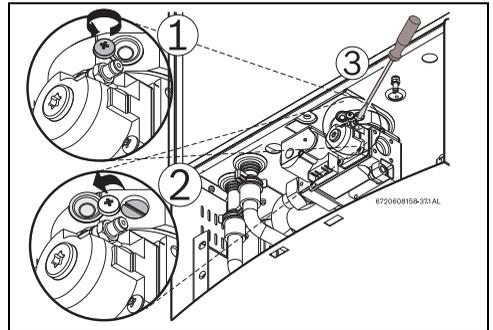

Fig. 53 Ajuste de CO2 no modo P1
- ▶ Despertar o parafuso philips com tinta de selagem amarela (Fig. 53, pos. 1) e mover a tampa de protecção (Fig. 53, pos. 2) de forma a exibir o parafuso de afinação (Fig. 53, pos. 3).
- ▶ Remover a tinta de selagem amarela da tampa de protecção da parte frontal da válvula de gás e removê-la com uma chave Torx nº 40, Fig. 53.
- ▶ Colocar a tampa de protecção na posição inicial e apertar o parafuso philips, Fig. 53.